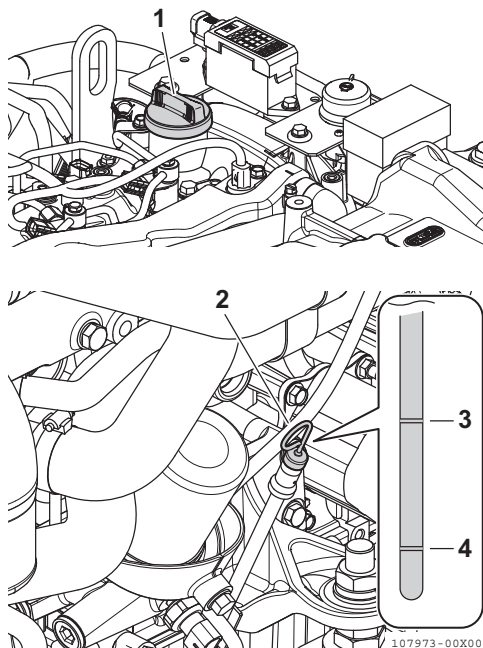

Abbildung 6
2. Ölpeilstab entfernen (**Abbildung 6, (2)**) und mit einem sauberen Lappen abwischen.
Der Ölfüllstand sollte sich zwischen den oberen (**Abbildung 6, (3)**) und unteren (**Abbildung 6, (4)**) Markierungen des Pegelstabs befinden.
1. Den Deckel vom Ölfüllstutzen abnehmen (**Abbildung 6, (1)**) und mit Motoröl füllen.
2. Öl bis zur oberen Markierung (**Abbildung 6, (3)**) am Pegelstab (**Abbildung 6, (2)**) einführen.